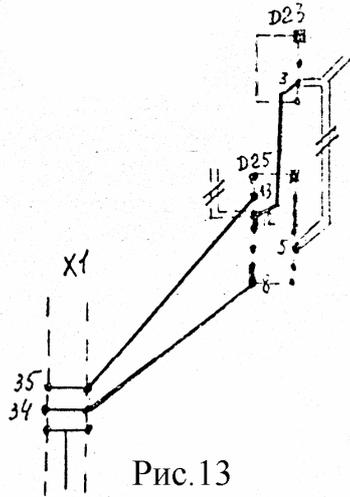

Рис.13
8.2.1. Блок ПВС5.422.016–01 на печатной плате версии 30 1/1 дорабатывается по рис. 13 при совместной работе двух блоков с установкой их на втором и третьем платоместе. Дорабатываются оба блока.
8.2.4. В блоках ЦАП–5ФЭ на печатных платах версии 30 2/2 с датой изготовления плат начиная с 17.07.02 доработки по рис. 13, 14 учтены. При совместной работе двух блоков в одном из них удаляется перемычка S17.